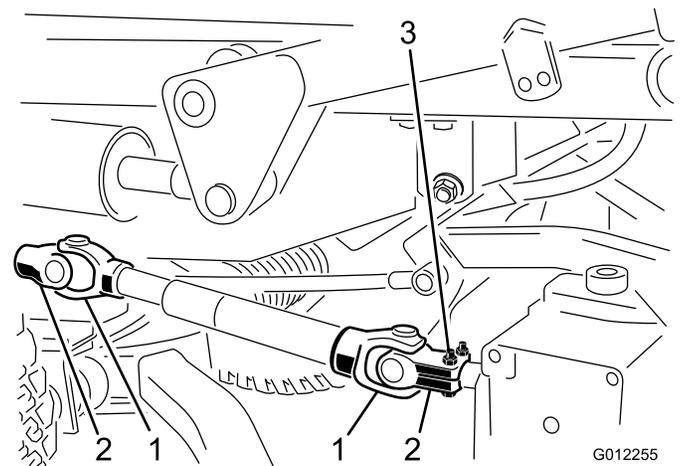

Bild 19
3. Klopfen Sie den Spannstift heraus, mit dem das Antriebswellenjoch an der Eingangswelle des Getriebes befestigt ist (Bild 19). Lösen Sie die Kopfschrauben und Sicherungsmuttern und schieben Sie das Joch von der Eingangswelle. Wenn Sie die Zugmaschine ohne Mähwerk einsetzen, setzen Sie den Spannstift vom Joch in die Zapfwelle der Zugmaschine ein und entfernen die ganze Antriebswelle von der Zugmaschine.